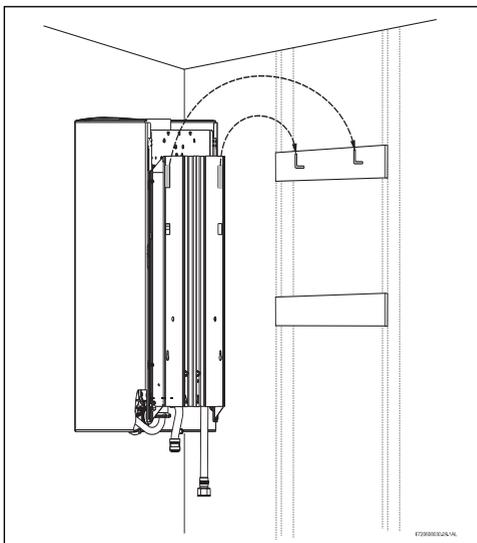

Fig. 8 Asegure el calentador a la pared
- ▶ Cuelgue el calentador de los dos ganchos en forma de "L" (→ Fig. 8).